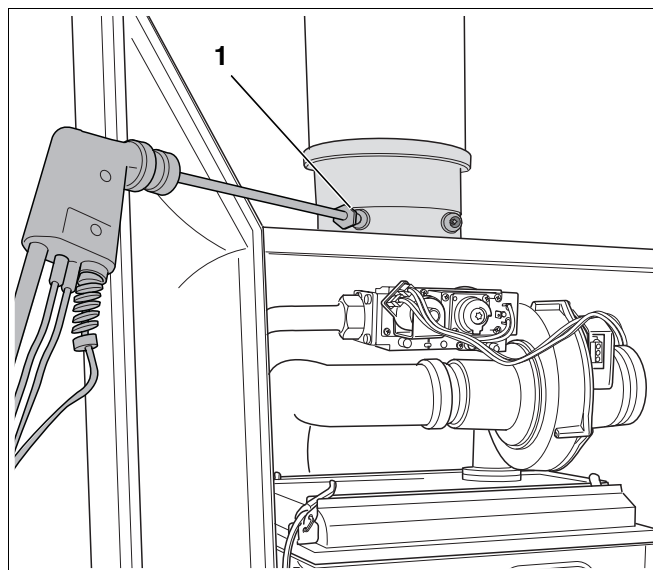

Рис. 88 Измерение содержания окиси углерода
- Снять колпачок с штуцера для замера параметров дымовых газов (рис. 88, поз. 1).
- Подсоединить газоанализатор к левому измерительному штуцеру (рис. 88).
- Измерить на штуцере для измерения параметров дымовых газов (рис. 88) содержание окиси углерода.
- Отсоединить газоанализатор, снова установить колпачок на штуцер для замера параметров дымовых газов (рис. 88, **поз. 1**).